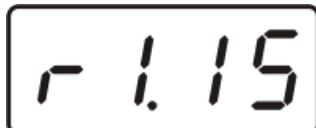

Рисунок 5.1 Индикация версии внутреннего программного обеспечения
- 5.4** При включении газоанализатора на его экране индицируется версия внутреннего ПО, см.Рисунок 5.1.